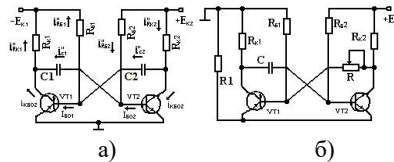

Рис. 1.6
15. Описать принцип работы мультивибратора по рис. 1.6а и рис.1.6б.
19. Перечислить порядок расчета схем на рис. 1.6а и рис.1.6б.